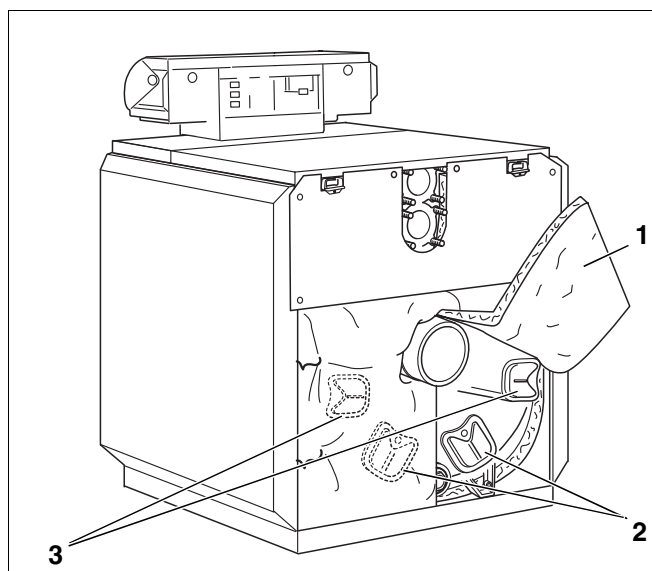

Fig. 52 Demontasje – rengjøringsdeksler
- Slå opp de to flikene til isolasjonen (fig. 52, **pos. 1**) og fest dem ved hjelp av spennfjæren.
- Fjern rengjøringsdekslene på bakelementet (fig. 52, **pos. 2**) og røykgassamleren (fig. 52, **pos. 3**).